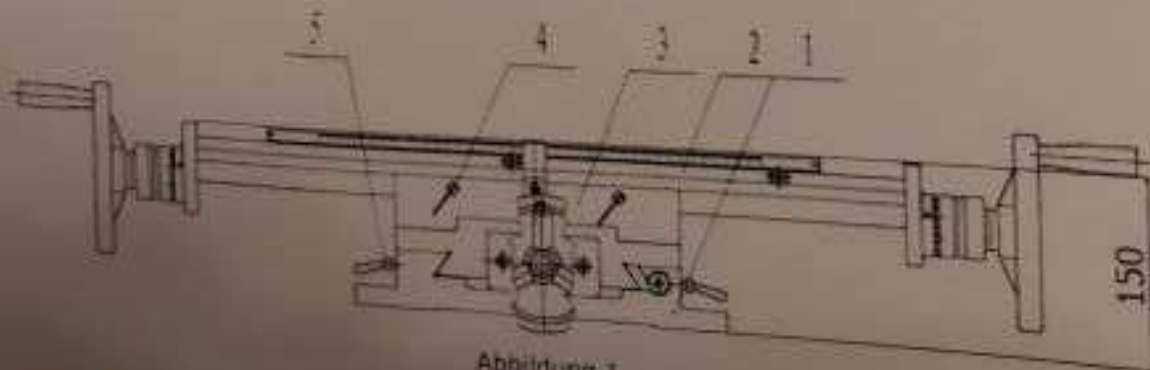

Abbildung 1
- Sie können die horizontale bzw. vertikale Lage des Tisches sichern, indem Sie die 4 Klemmschrauben (1+4/5) fest anziehen. Die Schrauben befinden sich auf dem vorne bzw. seitlich. (siehe Abbildung 1).